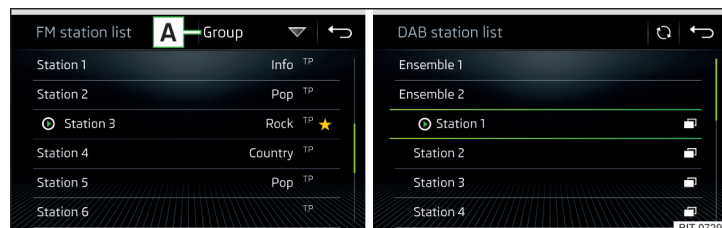

Fig. 129 Ejemplo de la lista de emisoras FM/DAB disponibles:
- Para **clasificar** (FM) las emisoras en la secuencia alfabética, según grupo o género, pulsar la superficie funcional » fig. 129 » .
- Para la **filtración** de la emisora según el tipo de programa (p.ej. cultura, música, deporte, etc.), pulsar en la lista de emisoras FM (con la función RDS encendida) y en la lista de emisoras DAB (en la clasificación alfabética seleccionada de la lista de emisoras) la superficie funcional » fig. 129.
En el rango de radiodifusión **AM** y **DAB** se realiza la actualización manualmente pulsando la tecla de función » fig. 129.